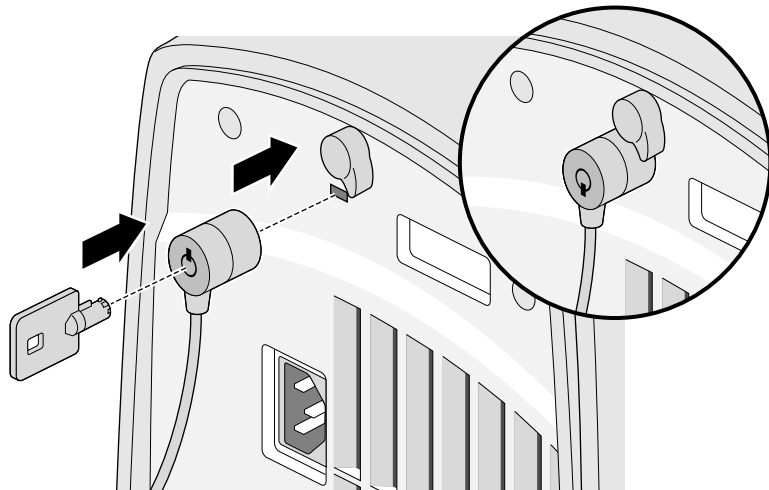

図 2-9 システムのロック
2. ラッチの下にある鍵穴に Kensington Lock とキーを差し込み、キーを回します。次にキーを抜きます (図 2-9)。